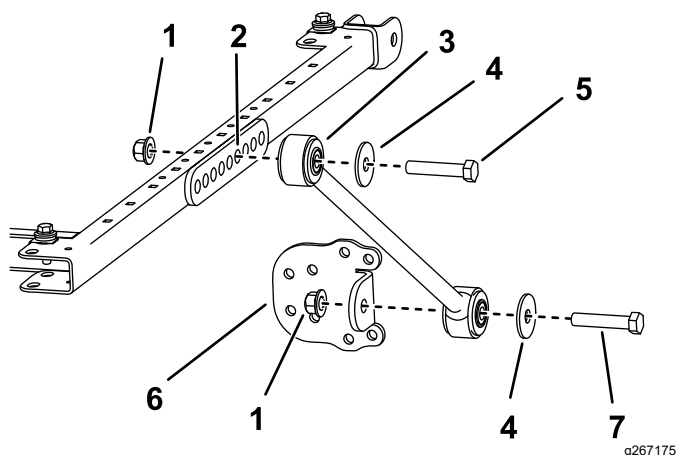

図 27
11. サンシェードのフレームの左右それぞれの側で、ブラケット取り付け部の 6 番目の穴にブレースを仮止めするボルト 1/2 x 2 3/4"、ワッシャ 1/2"、フランジナット 1/2" を使用して図 27 のように取り付ける。
12. 各ブレースに、ブレースブラケットを仮止めするボルト $\frac{1}{2}$ x $2\frac{1}{2}$ "、ワッシャ $\frac{1}{2}$ "、フランジナット $\frac{1}{2}$ "を使用し、図 27 のように取り付ける。